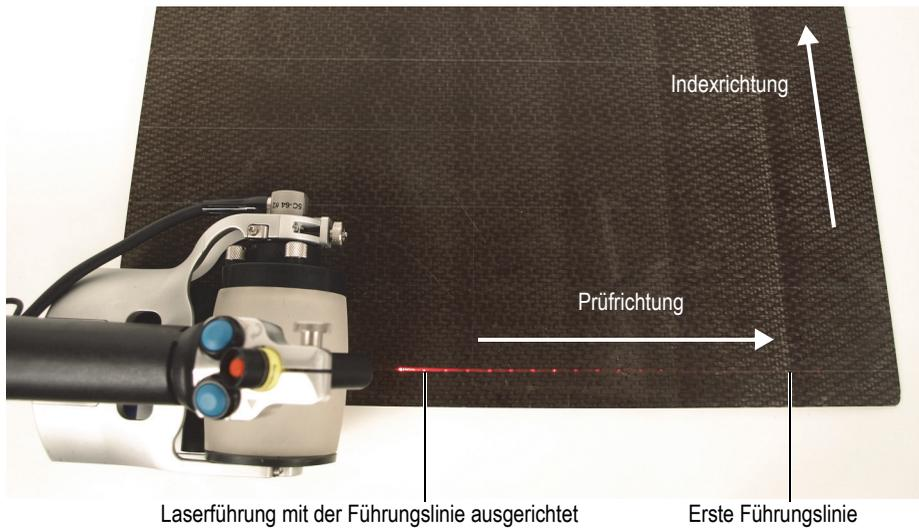

Abbildung 5-4 Ausrichten des RollerFORM auf der ersten Führungslinie
5. Richten Sie den RollerFORM am Rand der Prüffläche mit der ersten Führungslinie aus (Abbildung 5-4 auf Seite 73).